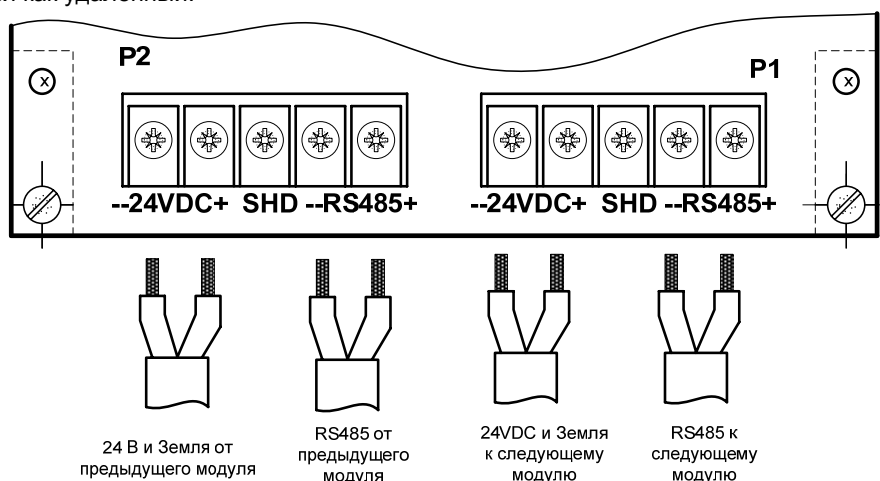
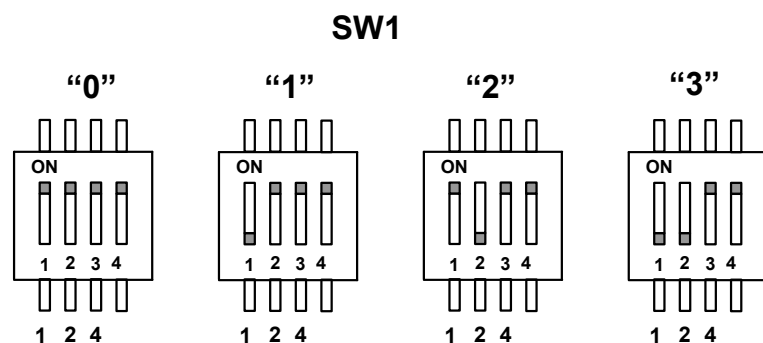
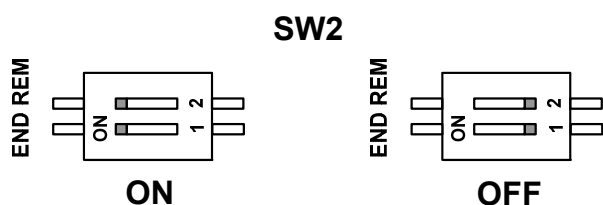

Рис.3. Подключение S-BUS.
Рис.4 Установка адреса модуля.
Рис.5 Подключение терминального резистора.
- Верхний модуль должен быть установлен со сдвигом для свободного доступа к выходным терминальным блокам. Подключить S-BUS монтируемого модуля к установленному ранее согласно Рис.3.
Подключить S-BUS к терминальным блокам P1 или P2 согласно Рис.3. Одноименные контакты блоков P1 и P2 закорочены между собой, поэтому предварительное удаленное устройство и последующее может быть подключены к разным терминальным блокам. С помощью переключателя SW1 установить адрес модуля согласно Рис.4. Если данный модуль подключен последним на линии RS485, то переключатель SW2 необходимо установить в положение ON согласно Рис.5.